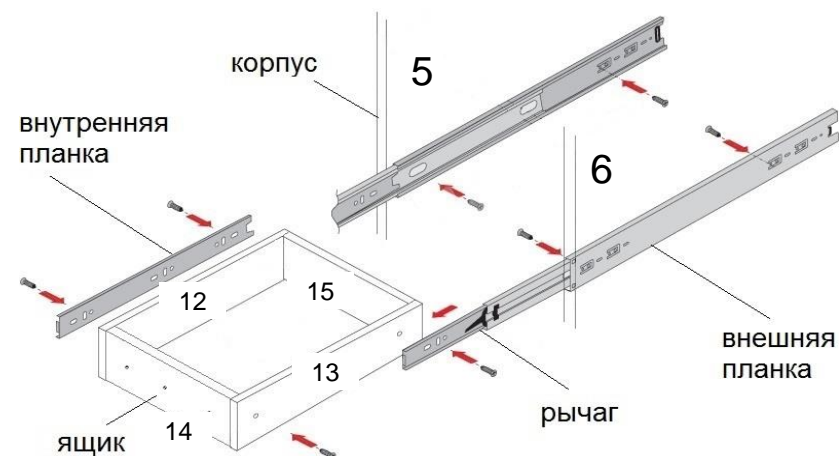

рис. 1
- 1 Возьмите направляющую (д) и потяните до полного выдвижения. Нажмите на рычаг вниз (рис.1) и отделите внутреннюю планку. Внешние неподвижные планки закрепите шурупами (л) к внутренней левой 5 и внутренней правой 6 стойкам тумбы в отмеченных точках. Также закрепите внутренние планки к левой 12 и правой 13 боковинам ящиков.